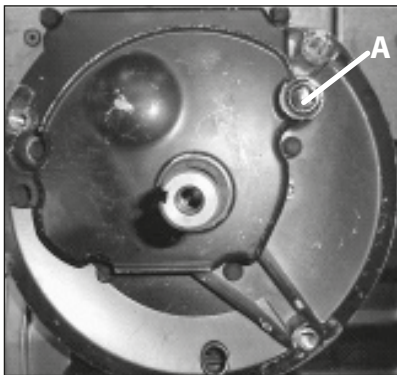

Рис. 7
3. Когда двигатель остынет, открутите крышку слива масла А на Рис. 7 и слейте масло в подходящее для этого емкость.